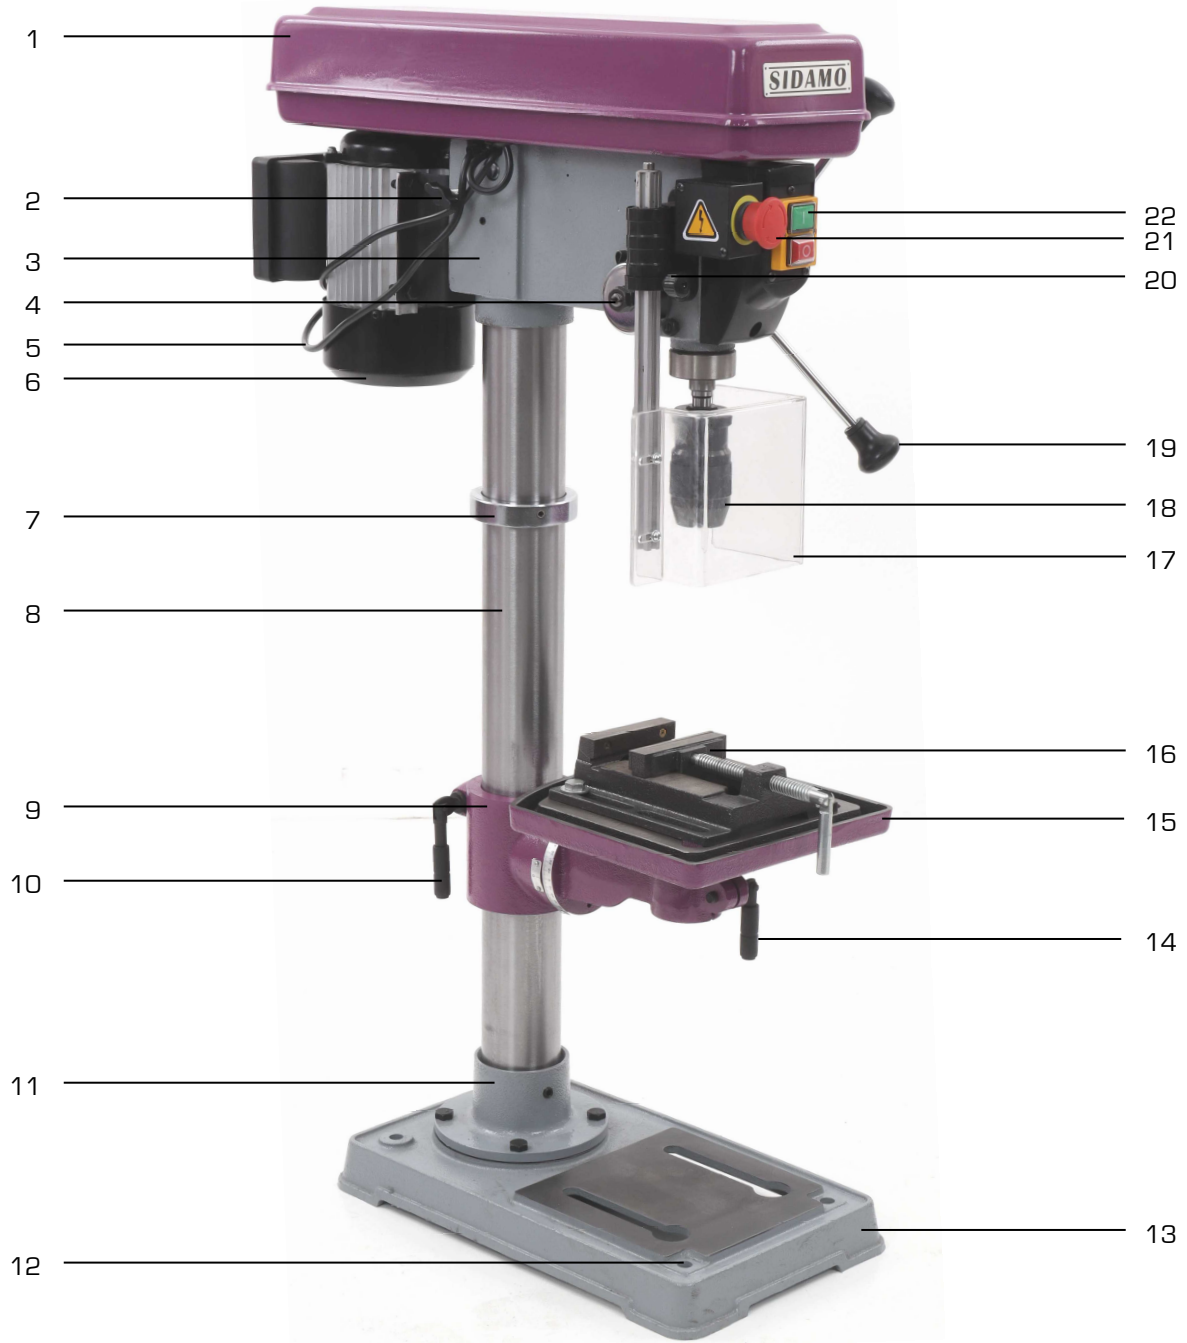

Figure 1
Fixer la machine à l'établi, en correspondance des 4 points de fixation scellement base [12 fig.1], au moyen de rondelles, d'écrous et de boulons de fixation appropriés (M12), de sorte qu'elle ait une position la plus stable possible.
1. Installer la base (1) sur une surface solide et plane.
2. Monter la colonne (2) avec son support sur la base et la fixer à l'aide des boulons (3).
3. Serrer la poignée de blocage du collier support de table (7).
4. Monter la table (5) dans son support du collier support de table (9 fig.1).
5. Placer la manivelle « montée/descente » de table (8) sur l'axe du pignon du collier support de table et serrer la vis de serrage de la manivelle contre la partie plate de l'axe du pignon.
6. Vérifier le bon fonctionnement de la montée et descente du collier support de table (9 fig.1).
7. Installer la tête (4) sur la colonne (2).
11. Les bras de cabestan (6) doivent être correctement installés pour la descente de broche :
12. Assembler correctement l'ensemble complet de l'écran de protection mandrin (17 fig.1).
13. Installer l'ensemble complet de l'écran de protection mandrin dans son support (20 fig.1).